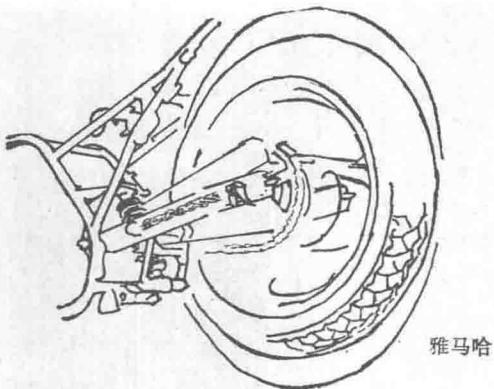

图 29
⑥ 单减震系统比前期的双减震系统效果好，在后轮轴的摆动行程中，随着后轮摆量的增大，减震特性由硬逐渐变软，增加舒适感(图29)。